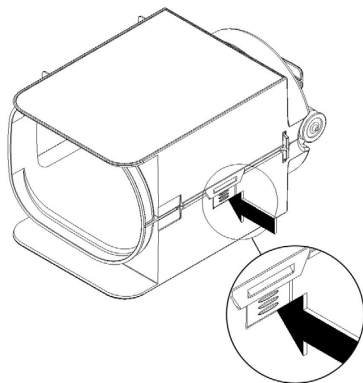

**figura 8**
**5** Disassemblare il rubinetto con la sequenza indicata (vedere figura 8).
**3** Riasssemblare il rubinetto sul contenitore con sequenza inversa rispetto a quanto fatto per lo smontaggio (vedere figura 8).